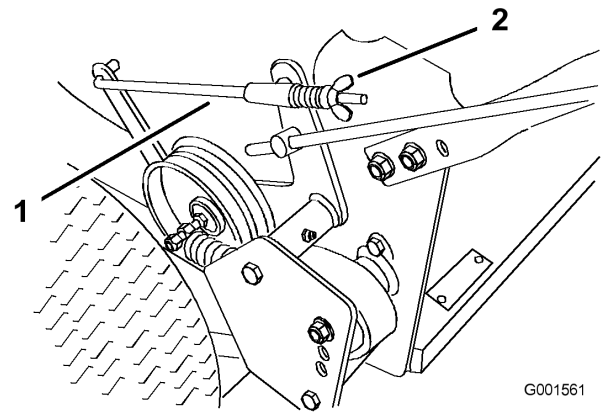

Figura 35
3. Para ajustar los frenos, gire las tuercas de orejeta de las varillas de freno (Figura 35). Gire las tuercas de orejeta en el sentido de las agujas del reloj para apretar los frenos; gírelas en el sentido contrario a las agujas del reloj para aflojarlas.